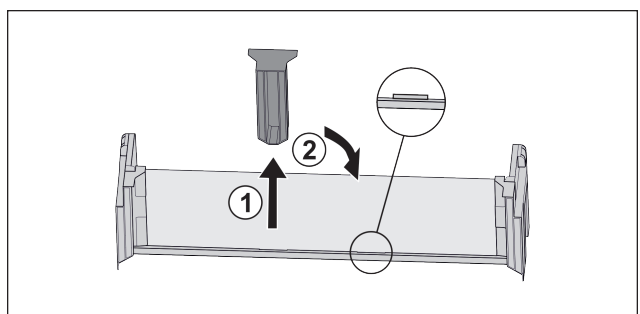

Fig. 110
- ▶ Витягнути середню деталь для підтримки Fig. 110 (1).
- ▶ Вставити середню деталь для підтримки на друге положення Fig. 110 (2).